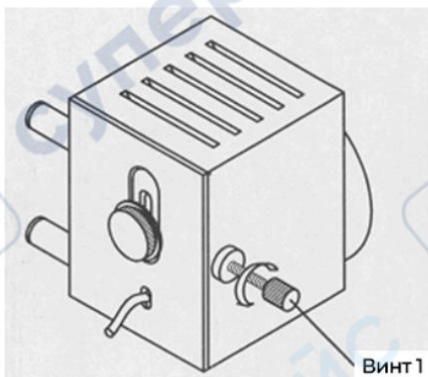

Рисунок 6.1: Ослабьте винты
- 2) Ослабьте винт 1, вращая его против часовой стрелки (Рисунок 6.1).